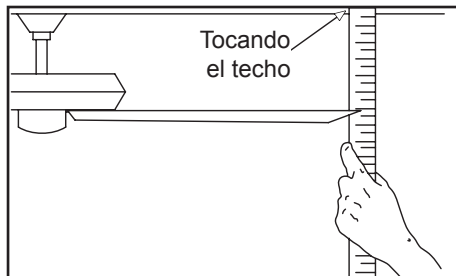

Figura 14
2. La mayoría de los problemas de oscilación del ventilador se deben a que las aspas no están al mismo nivel. Verifica este nivel seleccionando un punto en el techo sobre la punta de una de las aspas. Mide desde un punto en el centro de cada asa al punto en el techo. Mide esta distancia como muestra la Figura 14. Gira el ventilador hasta que la siguiente asa quede en posición para medir. Repite el procedimiento para cada asa. Las desviaciones de la medición no deben pasar de 1/8" (3.2 mm). Enciende el ventilador por 10 minutos.